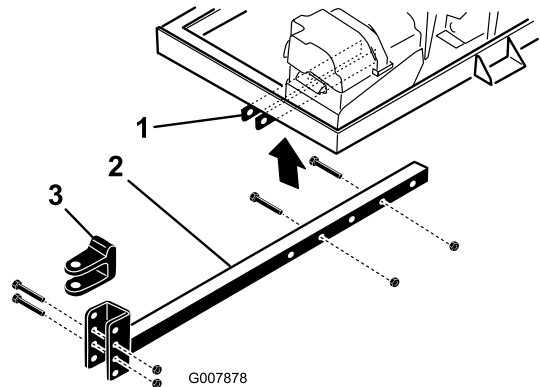

Figura 4
2. Introduzca la barra del enganche en los soportes del bastidor (Figura 4). Sujete la barra al bastidor con 2 pernos ($\frac{3}{8}$ " x 3") y tuercas con arandela prensada ($\frac{3}{8}$ ") y apriete las fijaciones a 40 N·m.
- Retire los pernos y las contratuercas que fijan la horquilla de enganche (Figura 4) a la barra de enganche.
- Retire los pernos y tuercas que sujetan la barra de enganche a los soportes del bastidor (Figura 4).